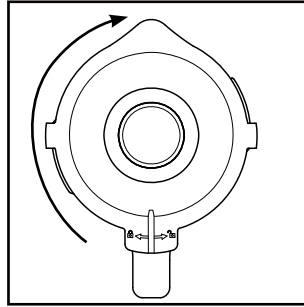

Fig. 2
- 4) Apăsați din nou capacul ❷ pe recipientul de amestecare ❸. Închideți capacul ❷ rotindu-l în sens orar, în poziția ❶, până când se blochează cu un sunet (a se vedea fig. 2). Aveți grijă ca gura de turnare de pe recipientul de amestecare ❸ să fie închisă. Motorul poate porni numai după ce capacul ❷ este așezat fix.